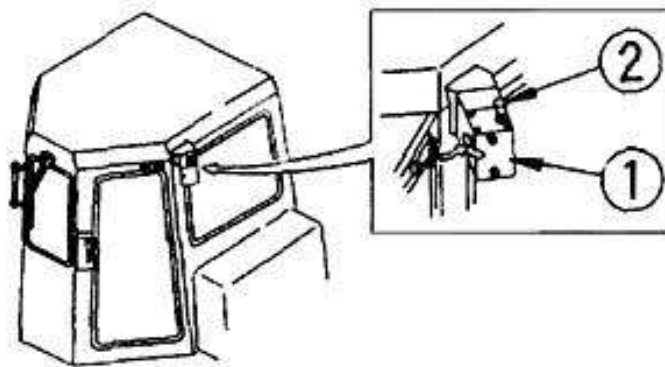

Рис. 2-27
2.2.3.3 Замок двери (Рис. 2-27)